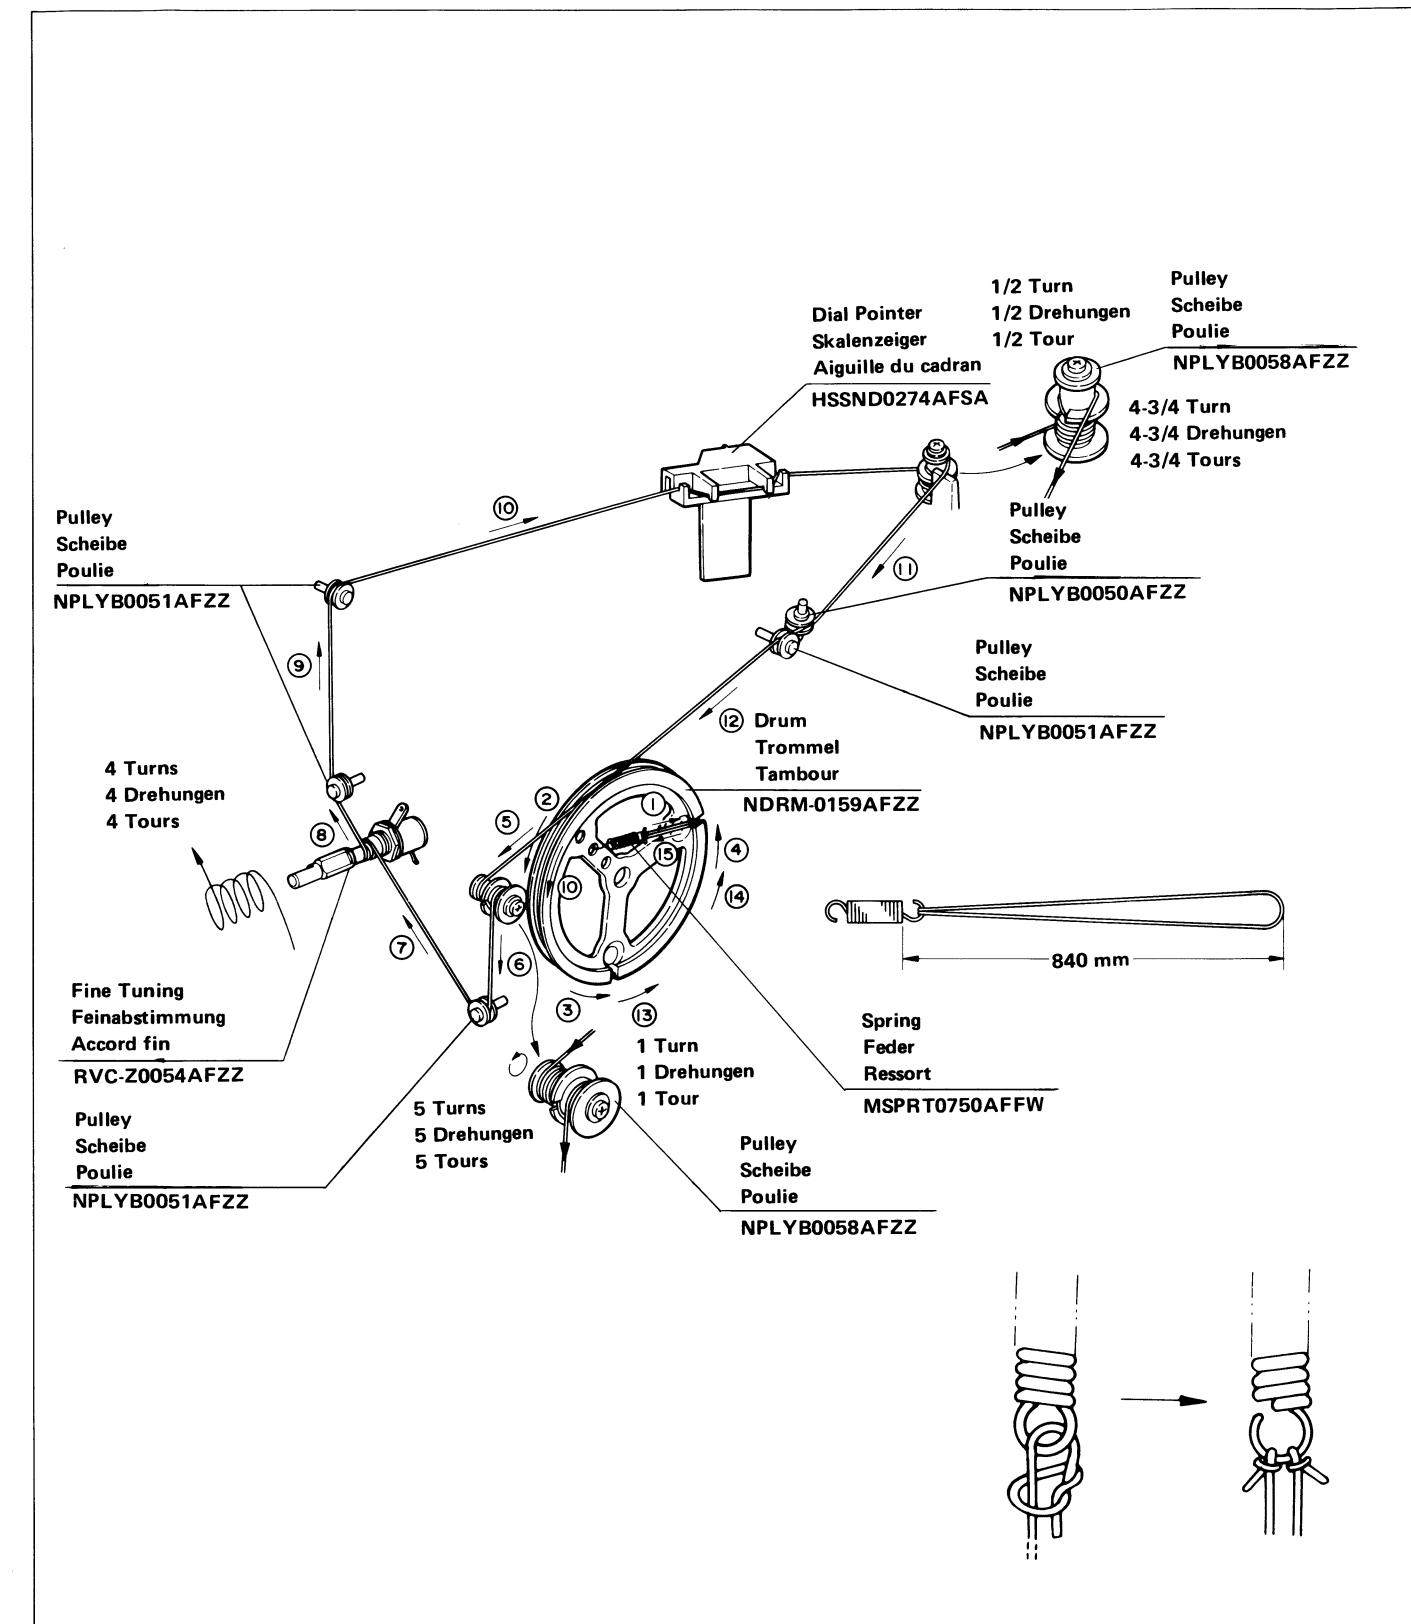

Figure 28 Abbildung 28
- 1. Turn the drum fully counterclockwise, and set the cord in the numerical order from ① to ⑮, as shown in Fig. 28.
- 1. Die Trommel bis zum Anschlag entgegen dem Uhrzeigersinn drehen, dann die Schnur gemäß Abb. 28 in der Reihenfolge der Zahlen ① bis ⑮ spannen.
- 1. Tourner le tambour entièrement à gauche et passer le fil en suivant l'ordre numérique de ① à ⑮ comme le montre la figure 28.